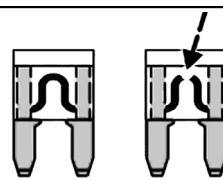

**Рисунок 2.1** — Расположение блоков реле и предохранителей.
**Рисунок 2.1 – Барабанный тормоз:** 1. Продольный рычаг и кулак; 2. Тормозной щит; 3. Ось колеса; 4. Импульсное кольцо датчика антиблокировочной системы; 5. Смазочный колпачок; 6. Держатель подшипника колеса; 7. Барабан.